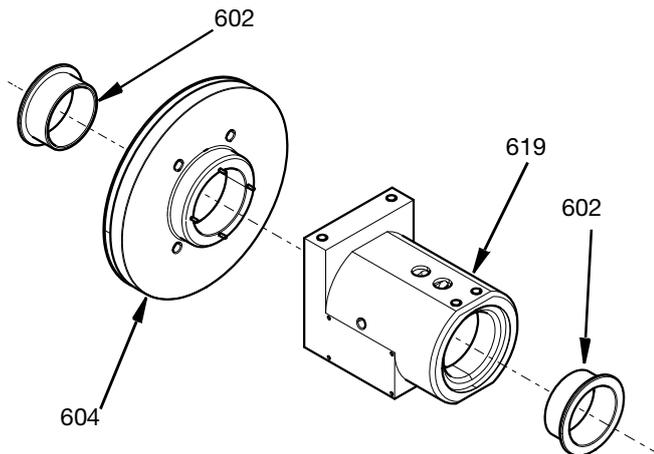

FIG. 21
1. Перед установкой прокладок и уплотнительных колец внутрь корпуса шарнира нанесите на них легкий слой смазки. Вставьте фланцевые подшипники (602) в корпус шарнира (619) и корпус подшипника (604). См. FIG. 21.